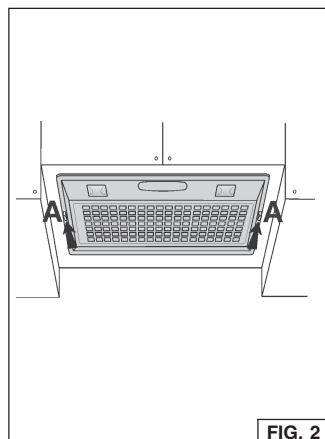
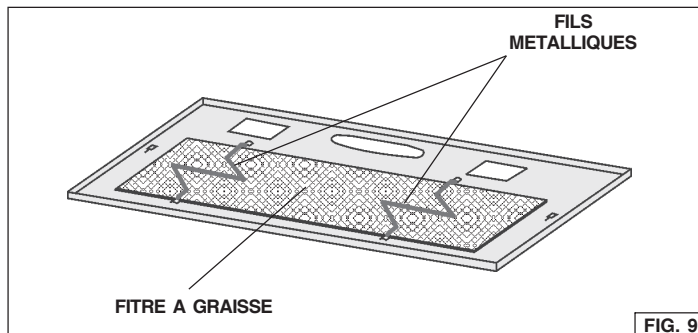

FIG. 2
FIG. 9
1. Otez la grille en déplaçant les deux attaches latérales "A" (Fig.2).
1. Otez les fils métalliques (Fig. 9) et jetez-les.
Pour enlever le filtre à graisse ôtez la grille en enlevant les 2 attaches latérales "A" (Fig. 2); enlevez les fils métalliques puis le filtre à graisse (Fig. 9).
1. Ôtez la grille en déplaçant les deux attaches latérales "A" (Fig. 2).